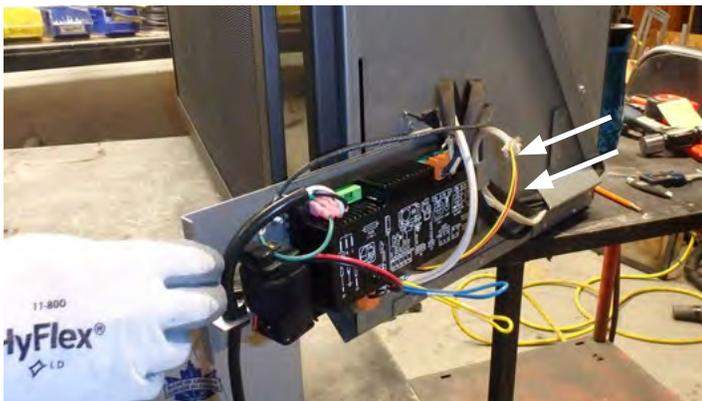

Figure 20.7.01:
4. Glissez le panneau de contrôle vers l'extérieur. Voir la **Figure 20.7.01**.